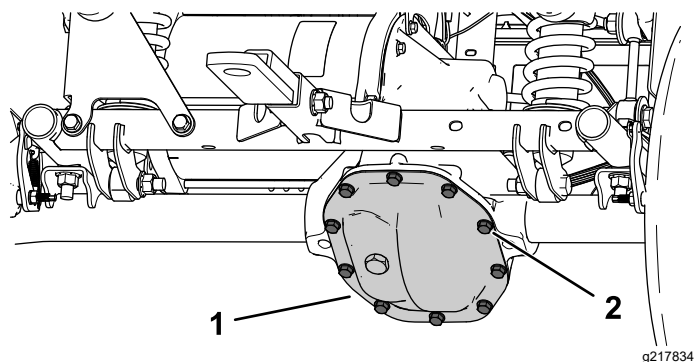

Figure 49
1. Placez un bac de vidange sous la protection de la boîte-pont (Figure 49).
2. Retirez les boulons de la protection de la boîte-pont et vidangez tout le liquide (Figure 49).